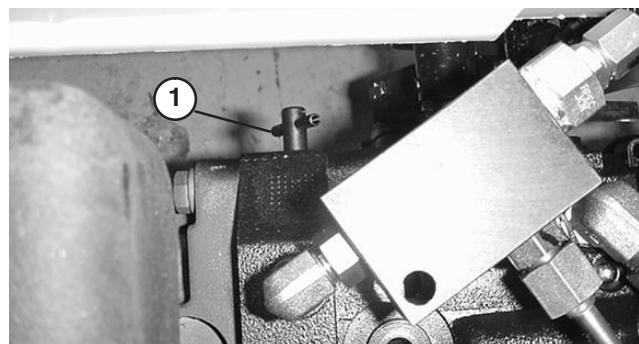

Bild 34
1. Fassen Sie das Sicherungsventil am Getriebe an und drehen Sie es eine halbe oder ganze Umdrehung nach links (Bild 34). Bei geöffnetem Ventil wird im Getriebe ein interner Durchgang geöffnet, wodurch keine Berührung mit dem Getriebeöl erfolgt. Weil das Öl umgangen wird, lässt sich die Zugmaschine ohne Schäden am Getriebe bewegen.